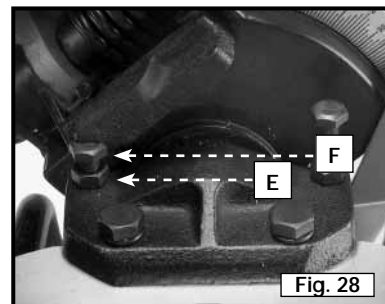

Fig. 28
7. Para ajustar, afloje el mango de fijación de bisel. Afloje la tuerca de fijación (E) Fig. 28 y gire el tornillo de ajuste (F) con las llaves suministradas, hasta que la hoja esté a 45 grados respecto a la mesa. Apriete la tuerca de fijación (E) y el mango de fijación de bisel.